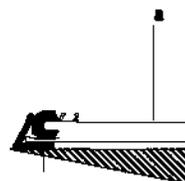

рис. 2
- 7 Сомните «крышу», встав в лодку и потянув найтовы вверх, чтобы избежать зажима ткани (рис. 2).